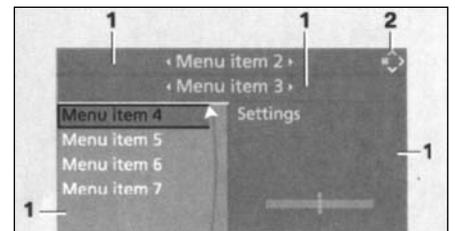

Рис. 1.13. Структура меню
Структура меню показана на рис. 1.13. Меню (1) разбито на поля, перемеща-